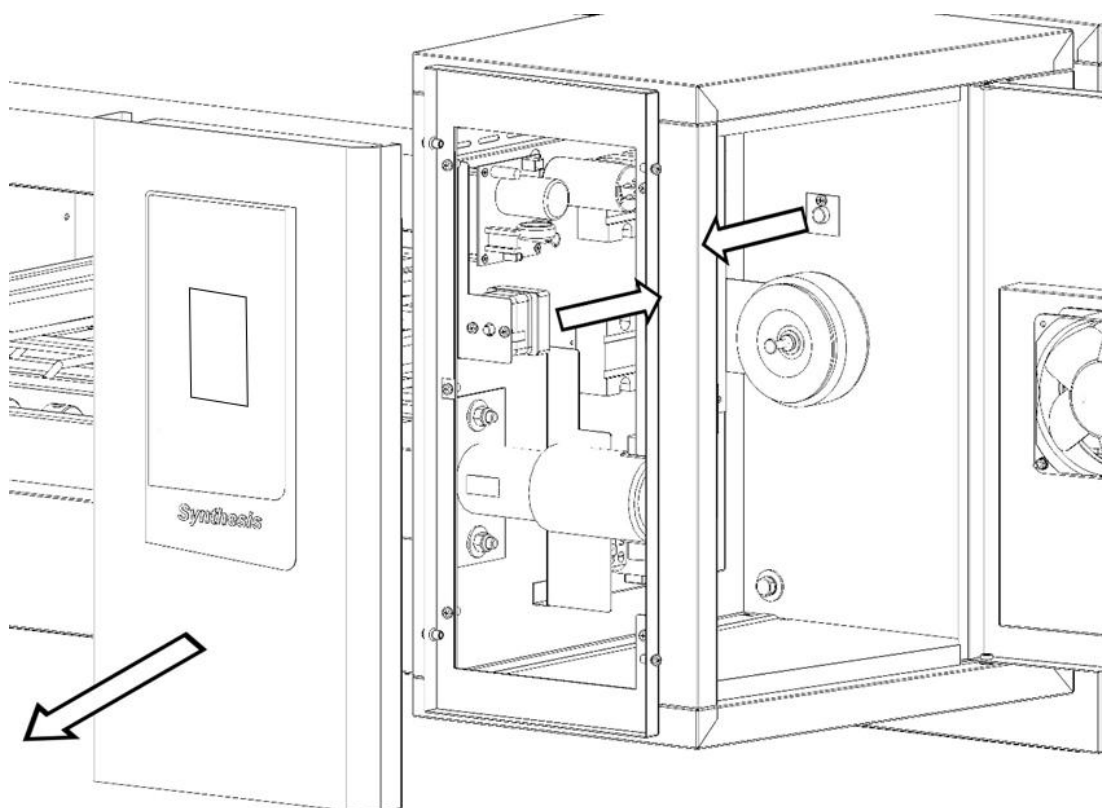

Fig.12
3. Débrancher les connexions électriques du thermostat (Fig. 12).
4. Enlever le joint silicone et enlever le bulbe, dévisser les vis de fixation et remplacer le thermostat (Fig.12).